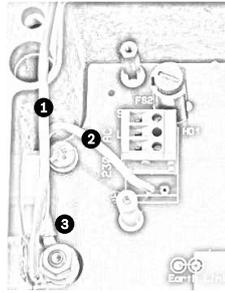

Figura 2.5 Entrada de alimentação com blindagem removida, mostrando o bloco de terminal HD1 antes das ligações eléctricas
- Retire a porca de latão e a anilha de cobre do terminal de terra (item 3, *Figura 2.5*) e guarde-as.
- Introduza o fio de terra do cabo de alimentação (item 2, *Figura 2.5*) na porção da ficha (tamanho M6, com certificação UL) do terminal de olhal e crave-a até ficar no sítio.